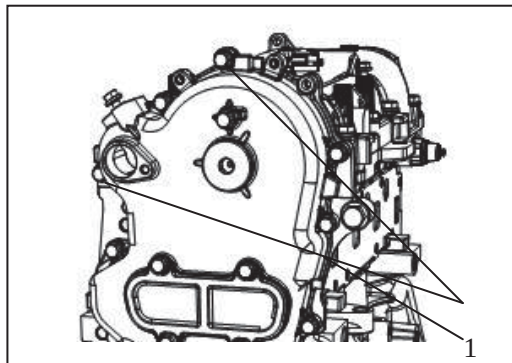
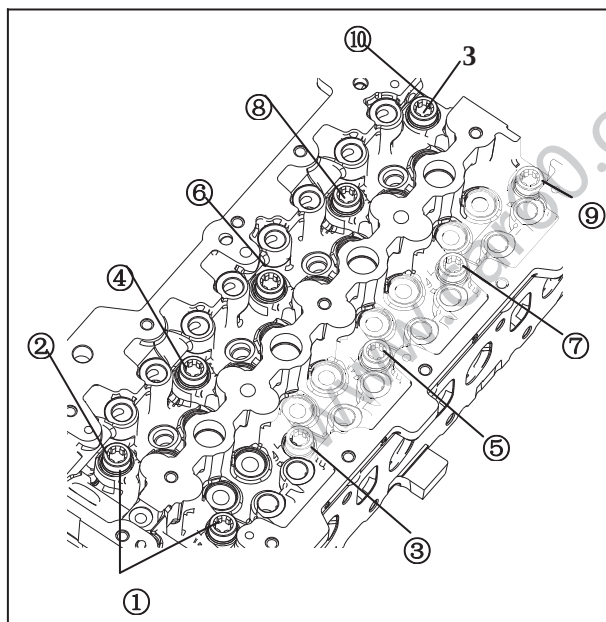

图 2-9
图 3-1
如图 2-9，拆卸气缸盖总成与机油泵正时链罩总成链接的 3 个螺栓（1），再拆卸如图 3-1 气缸盖总成螺栓①～⑩，从观察孔内拆除导向轨上端的螺栓，从气缸体上拿下气缸盖总成。